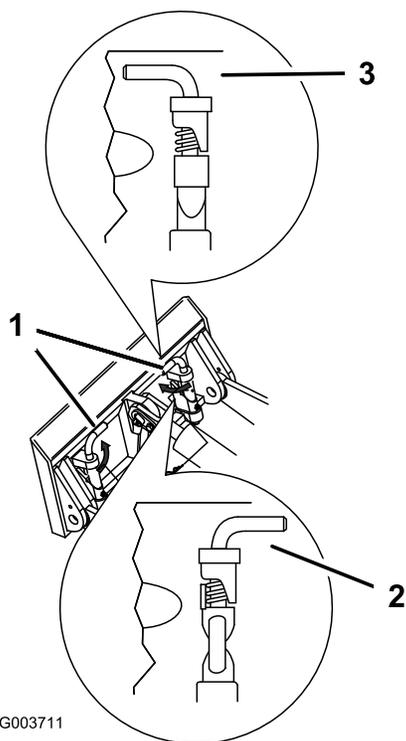

図 25
7. クイック取り付けピンを取り付けプレートにはめ込み、確実にはまっていることを確認する 図 25。